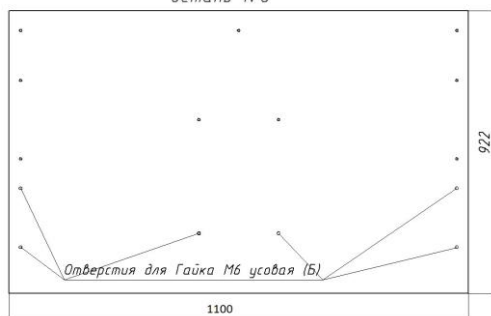

Рис.2
5. К детали №4 прикрепить к деталям №5 ,11 с помощью стяжки двойной (Ж) (рис.2).